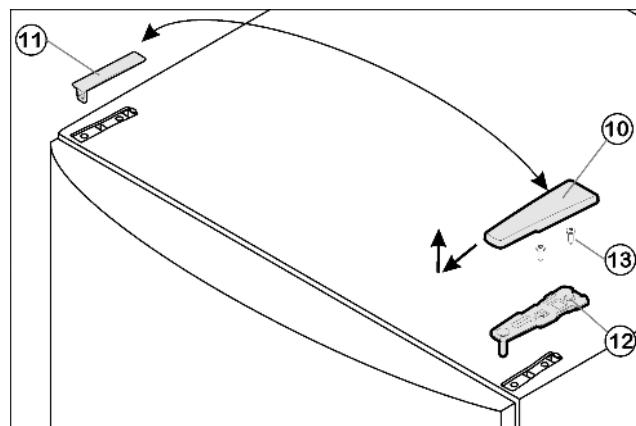

Fig. 5
- Skinite pokrov Fig. 5 (10) prema naprijed i gore.
- Podignite pokrov Fig. 5 (11).
- Odvijte gornji podložak ležaja Fig. 5 (12) (2 puta Torx® 25) Fig. 5 (13) i izvucite ga prema gore.
- ▶ Umetnute gornji podložak ležaja Fig. 5 (12) na novu stranu šarke u vrata.
- ▶ Čvrsto pritegnite gornji podložak ležaja Fig. 5 (12) (**s 4 Nm**) (2 x Torx® 25) Fig. 5 (13). Eventualno probušite šilom ili odvijačem na baterije rupe za vijke.
- ▶ Postavite pokrov Fig. 5 (10) i pokrov Fig. 5 (11) uvijek na suprotnu stranu.